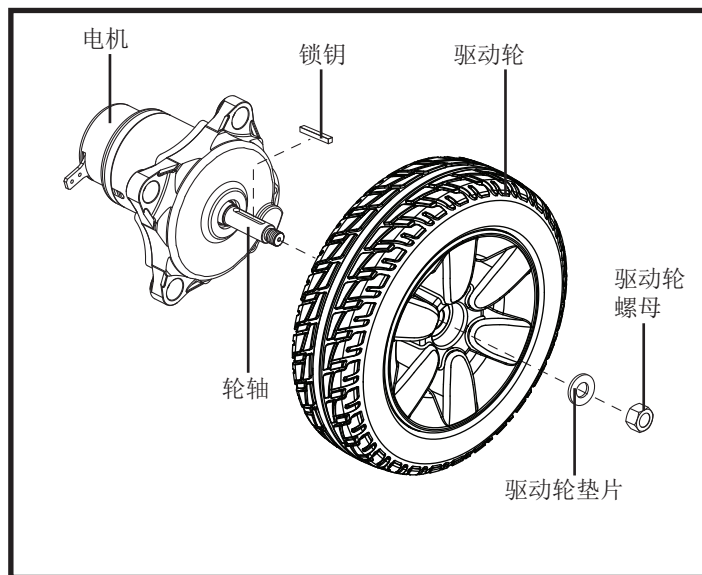

图 15. 拆卸驱动轮
5. 如有轮毂盖，先将其拆下。见图 15。
6. 从轮轴上拆下驱动轮螺母和垫片。见图 15。
12. 重新安装驱动轮螺母并拧紧。见图 15。